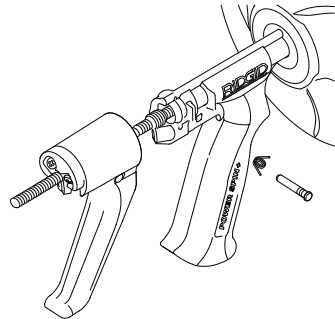

Figure 10 – Gâchette
1. Appuyez sur l'extrémité sans tête de la broche axiale pour la retirer de la gâchette, puis retirez la gâchette de la poignée (Figure 10) Ne perdez pas le ressort.
10. Remontez le ressort et la gâchette à l'aide de la broche axiale (*Figure 10*).